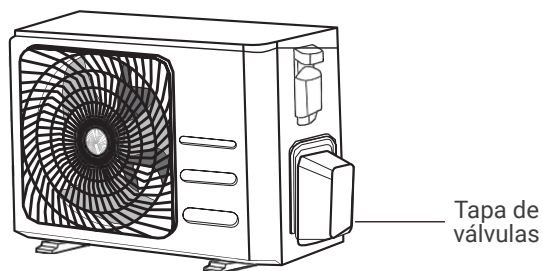

Fig. 5.9
1. Svita il coperchio dalla valvola di ritegno sul lato dell'unità esterna. (Vedi **Fig. 5.9**)